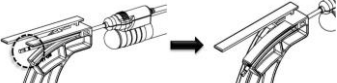

Figura 2
- Certifique-se de que a mais larga das duas listas pretas na câmara se estende para além da extremidade da aba de flexão antes de dobrar (*Figura 2*). Se esta lista não se estender para lá da extremidade da aba, a broca aspiradora pode não funcionar adequadamente depois de dobrada.
**NOTA:** A ponta da câmara para as brocas aspiradoras de 15 ga, 10 cm e 13 ga, 10 cm não se prolonga além da aba dobrada, como ilustrado na *Figura 2*. Para estas brocas aspiradoras, basta inseri-las (até não entrarem mais) na ferramenta de flexão antes de dobrar.